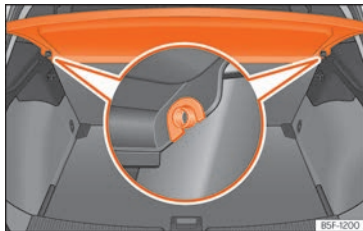

Abb. 122 Im Gepäckraum: Gepäckraumabdeckung aus- und einbauen.
- Drücken Sie die Abdeckung aus den Seitenhalterungen »» **Abb. 122** aus, indem Sie diese nach oben ziehen und herausnehmen.
- Führen Sie die Abdeckung horizontal ein, so dass das „Hufeisen“ über den Achsen der Halter »» **Abb. 122** liegt und drücken Sie die Abdeckung nach unten, bis sie einrastet.